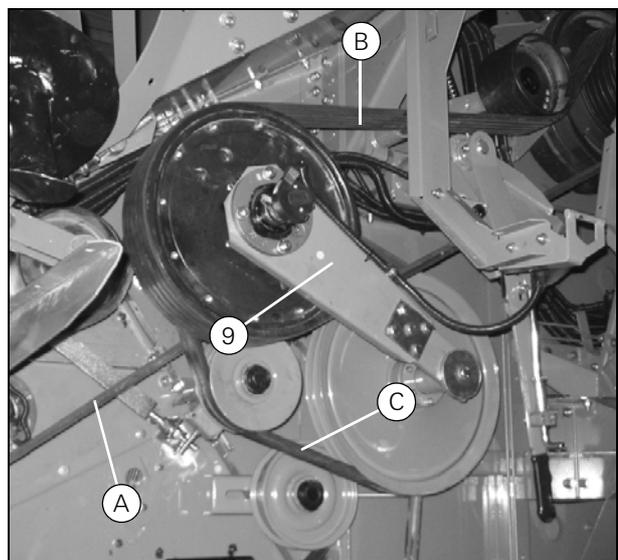

Рисунок 41
- При установке опорного кронштейна (9) (Рис. 41), пропустите провод через подшипник по канавке вала до установки запорного кольца на подшипник.